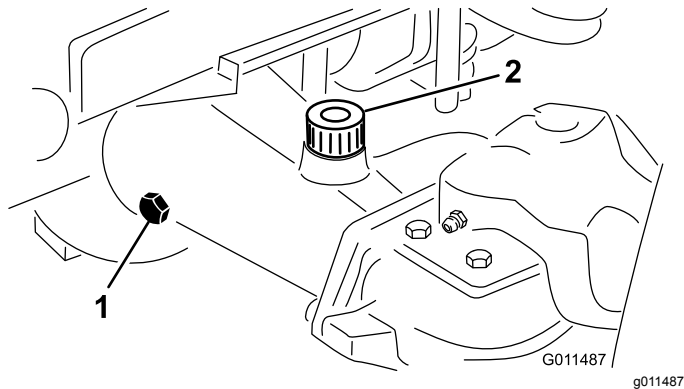

Figura 18
- Retire o tampão de verificação de uma extremidade do eixo e certifique-se de que existe lubrificante até ao fundo do orifício (**Figura 18**).